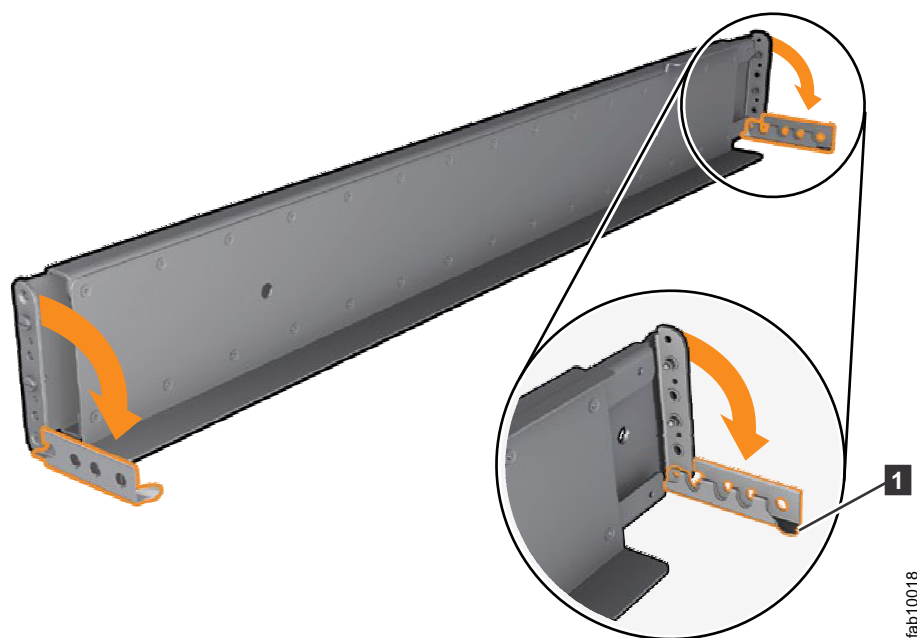

Figure 38. Ouverture des charnières de fixation
6. A chaque extrémité de la glissière, saisissez la languette **1** et tirez *fermement* pour ouvrir la charnière de fixation (voir figure 38, à la page 37).